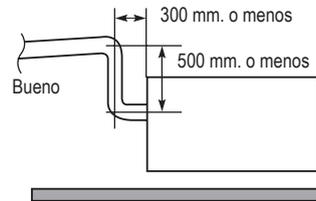

Fig. 6-11
- Si es necesario incrementar la altura del tubo de drenaje, se puede elevar hasta 500 mm. la sección directamente detrás del orificio de conexión. No elevarla más de 500 mm., porque el resultado podrían ser pérdidas de agua. (Fig. 6-11)